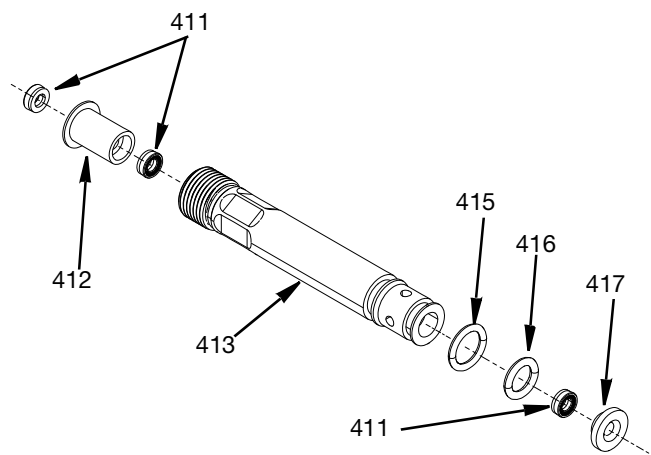

FIG. 30
1. Ponga las juntas tóricas (415) y luego (416) en la guía de sellado del cojinete corto (413) y la guía de sellado del cojinete largo (414).
2. Coloque una junta de empaquetadura de la aguja (411) en el extremo de la junta tórica de las guías de sellado de los cojinetes corto y largo (413 y 414). El lado abierto del muelle de estas juntas de empaquetadura debe mirar hacia afuera.
3. Presione el cojinete inferior (417) en el extremo de la junta tórica de las guías de sellado de los cojinetes corto y largo (413 y 414).
4. Inserte dos juntas de empaquetadura de la aguja (411) en cada cojinete superior (412). El lado abierto del muelle de estas juntas de empaquetadura debe mirar hacia afuera en cualquier lado del cojinete superior. Inserte este conjunto en el extremo roscado de las guías de sellado de los cojinetes (413 y 414). Consulte la FIG. 30.
NOTA: FIG. 30 muestra una guía de cojinete de sellado corta (413); sin embargo, tanto la guía larga como la corta van montadas de la misma manera.